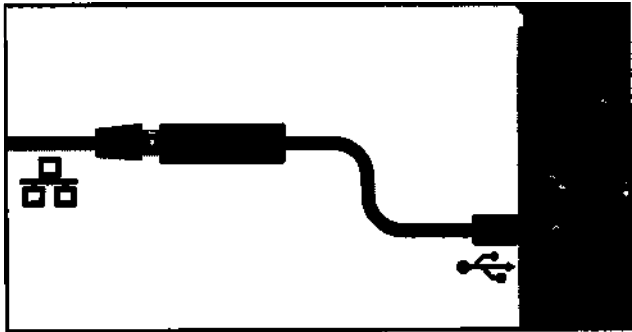

Рис. 8 Переходник USB-Ethernet
- Переходник USB-Ethernet (Рис. 8).